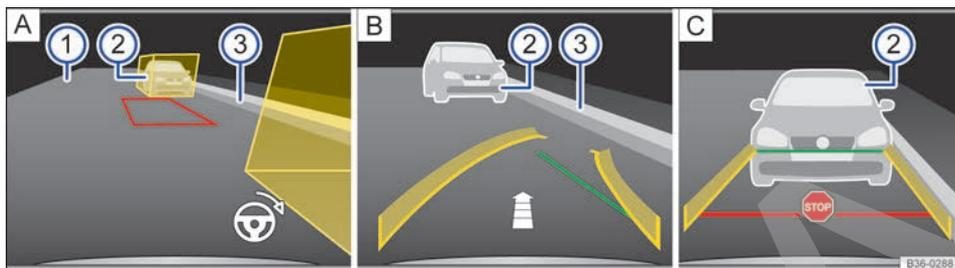

Fig. 206 Visualización en la pantalla del asistente de marcha atrás: aparcar con el modo 2.
Legenda de la fig. 206:
Leyenda de la fig. 206:
6.	Sitúe el vehículo en paralelo a la franja de aparcamiento a aprox. 1 metro de distancia de modo que las cajas auxiliares amarillas cubran por completo los posibles obstáculos → fig. 206 ② A . La zona situada entre las cajas deberá estar libre de obstáculos.
9.	Gire el volante hasta que el trapecio rojo se encuentre entre las cajas auxiliares y enmarcado en verde. Mantenga el volante en esta posición. El símbolo de un volante que aparece en el margen inferior derecho de la imagen → fig. 206 A le muestra el movimiento necesario del volante durante toda la maniobra de aparcamiento.
10.	Dé marcha atrás lentamente, sin modificar la posición del volante, hasta que se muestre la señal de STOP. O BIEN: dé marcha atrás lentamente hasta que la línea lateral curvada verde coincida con la delimitación lateral del hueco de aparcamiento, p. ej., el bordillo de la acera ③. Una flecha → fig. 206 B indica, en base al número de segmentos mostrados, el trayecto que aún queda por recorrer.
14.	Siga dando marcha atrás lentamente hasta que se muestre la señal de STOP → fig. 206 [C]. O BIEN: detenga el vehículo, como muy tarde, cuando la línea roja haya alcanzado la delimitación trasera, p. ej., el vehículo aparcado ② [C]. El vehículo se encuentra paralelo a la calzada dentro del hueco de aparcamiento.